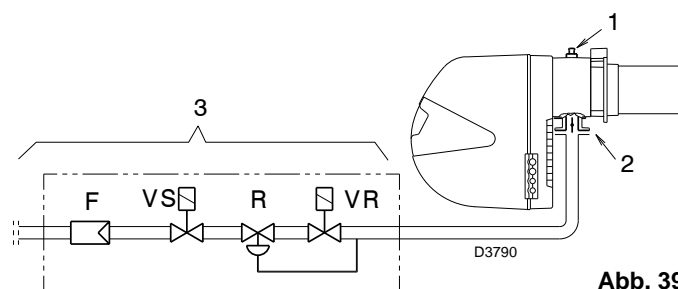

Abb. 39
Gasdruck gemessen an Anschluss 1)(Abb. 39), mit:
Strömungsverlust Gasdrossel 2)(Abb. 39) bei maximaler Öffnung: 90°.
Strömungsverlust Armatur 3)(Abb. 39) bestehend aus:
- vom Gasdruck an der Entnahmestelle 1)(Abb. 39) den Druck in der Brennkammer abziehen.
- Gasdruck an der Entnahmestelle 1)(Abb. 39) = 8 mbar
Zur Ermittlung des für den an der Entnahmestelle 1)(Abb. 39) erforderlichen Gasdrucks, nachdem die gewünschte Höchstleistung des Brenners festgelegt wurde:
- Rechts, unter der Spalte 1, den Druck an der Entnahmestelle 1)(Abb. 39) ablesen.
- erforderlicher Druck an der Entnahmestelle 1)(Abb. 39).